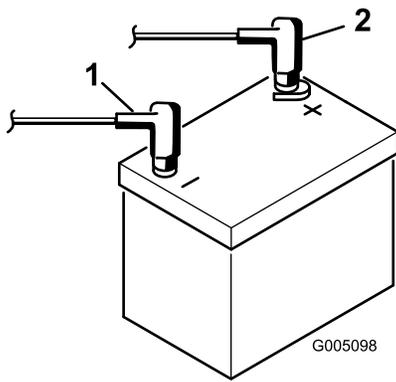

Figure 44
1. Débranchez le câble négatif (noir) avant le câble positif (rouge) de la batterie (Figure 44).
6. Raccordez le câble positif (rouge) de la batterie à la borne positive (+) et le câble négatif (noir) à la borne négative (-) (Figure 44) et fixez-les en place avec les boulons et les écrous. Placez le capuchon en caoutchouc sur la borne positive pour éviter les courts-circuits.